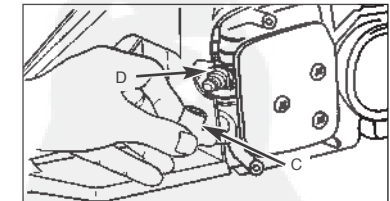

Bild. 18
3. Ziehen Sie das Kabel (C) durch Ziehen und gleichzeitiges Drehen von der Zündkerze ab (D) (Bild. 18).